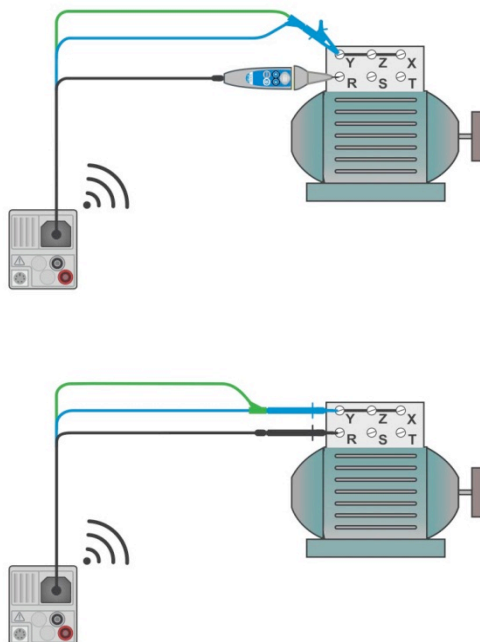

Рисунок 7.18: Подключение с помощью щупа «commander» с наконечником и 3-проводным тестовым кабелем
- ▶ Подключите тестовые провода к испытываемому устройству, см. **Рисунок 7.18: Подключение с помощью щупа «commander» с наконечником и 3-проводным тестовым кабелем**.